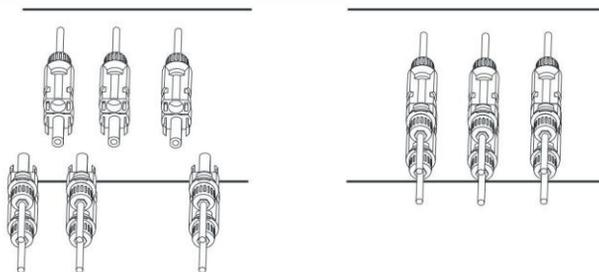

Imagen 5.6 Conexión de entrada CC
d) Finalmente inserte el conector DC en la entrada positiva y negativa del inversor, como se muestra a continuación. imagen 5.6